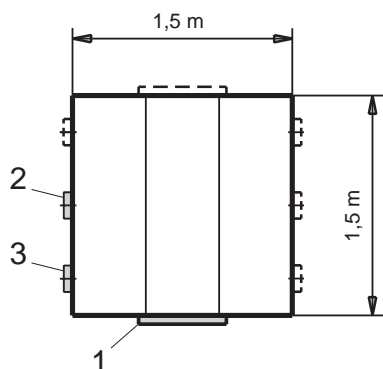

Fig. 4 Aufbauvarianten – Ansicht von oben
Die Standardanordnung für Serviceöffnung (1), Einblasstutzen (2) und Absaugkupplung (3) sind grau und andere mögliche Anordnungen strichliert eingezeichnet – Fig. 4. Der Einblasstutzen ist immer in der Mitte, die Absaugkupplung und die Luftklappe mit Schauloch wahlweise links oder rechts vom Einblasstutzen.